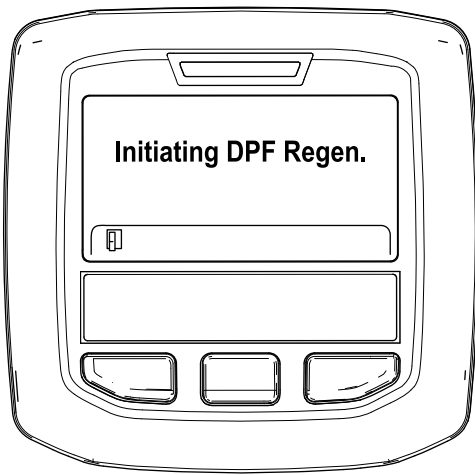

Рисунок 47
- A. «Initiating DPF Regen» («Начало регенерации DPF») (Рисунок 47).